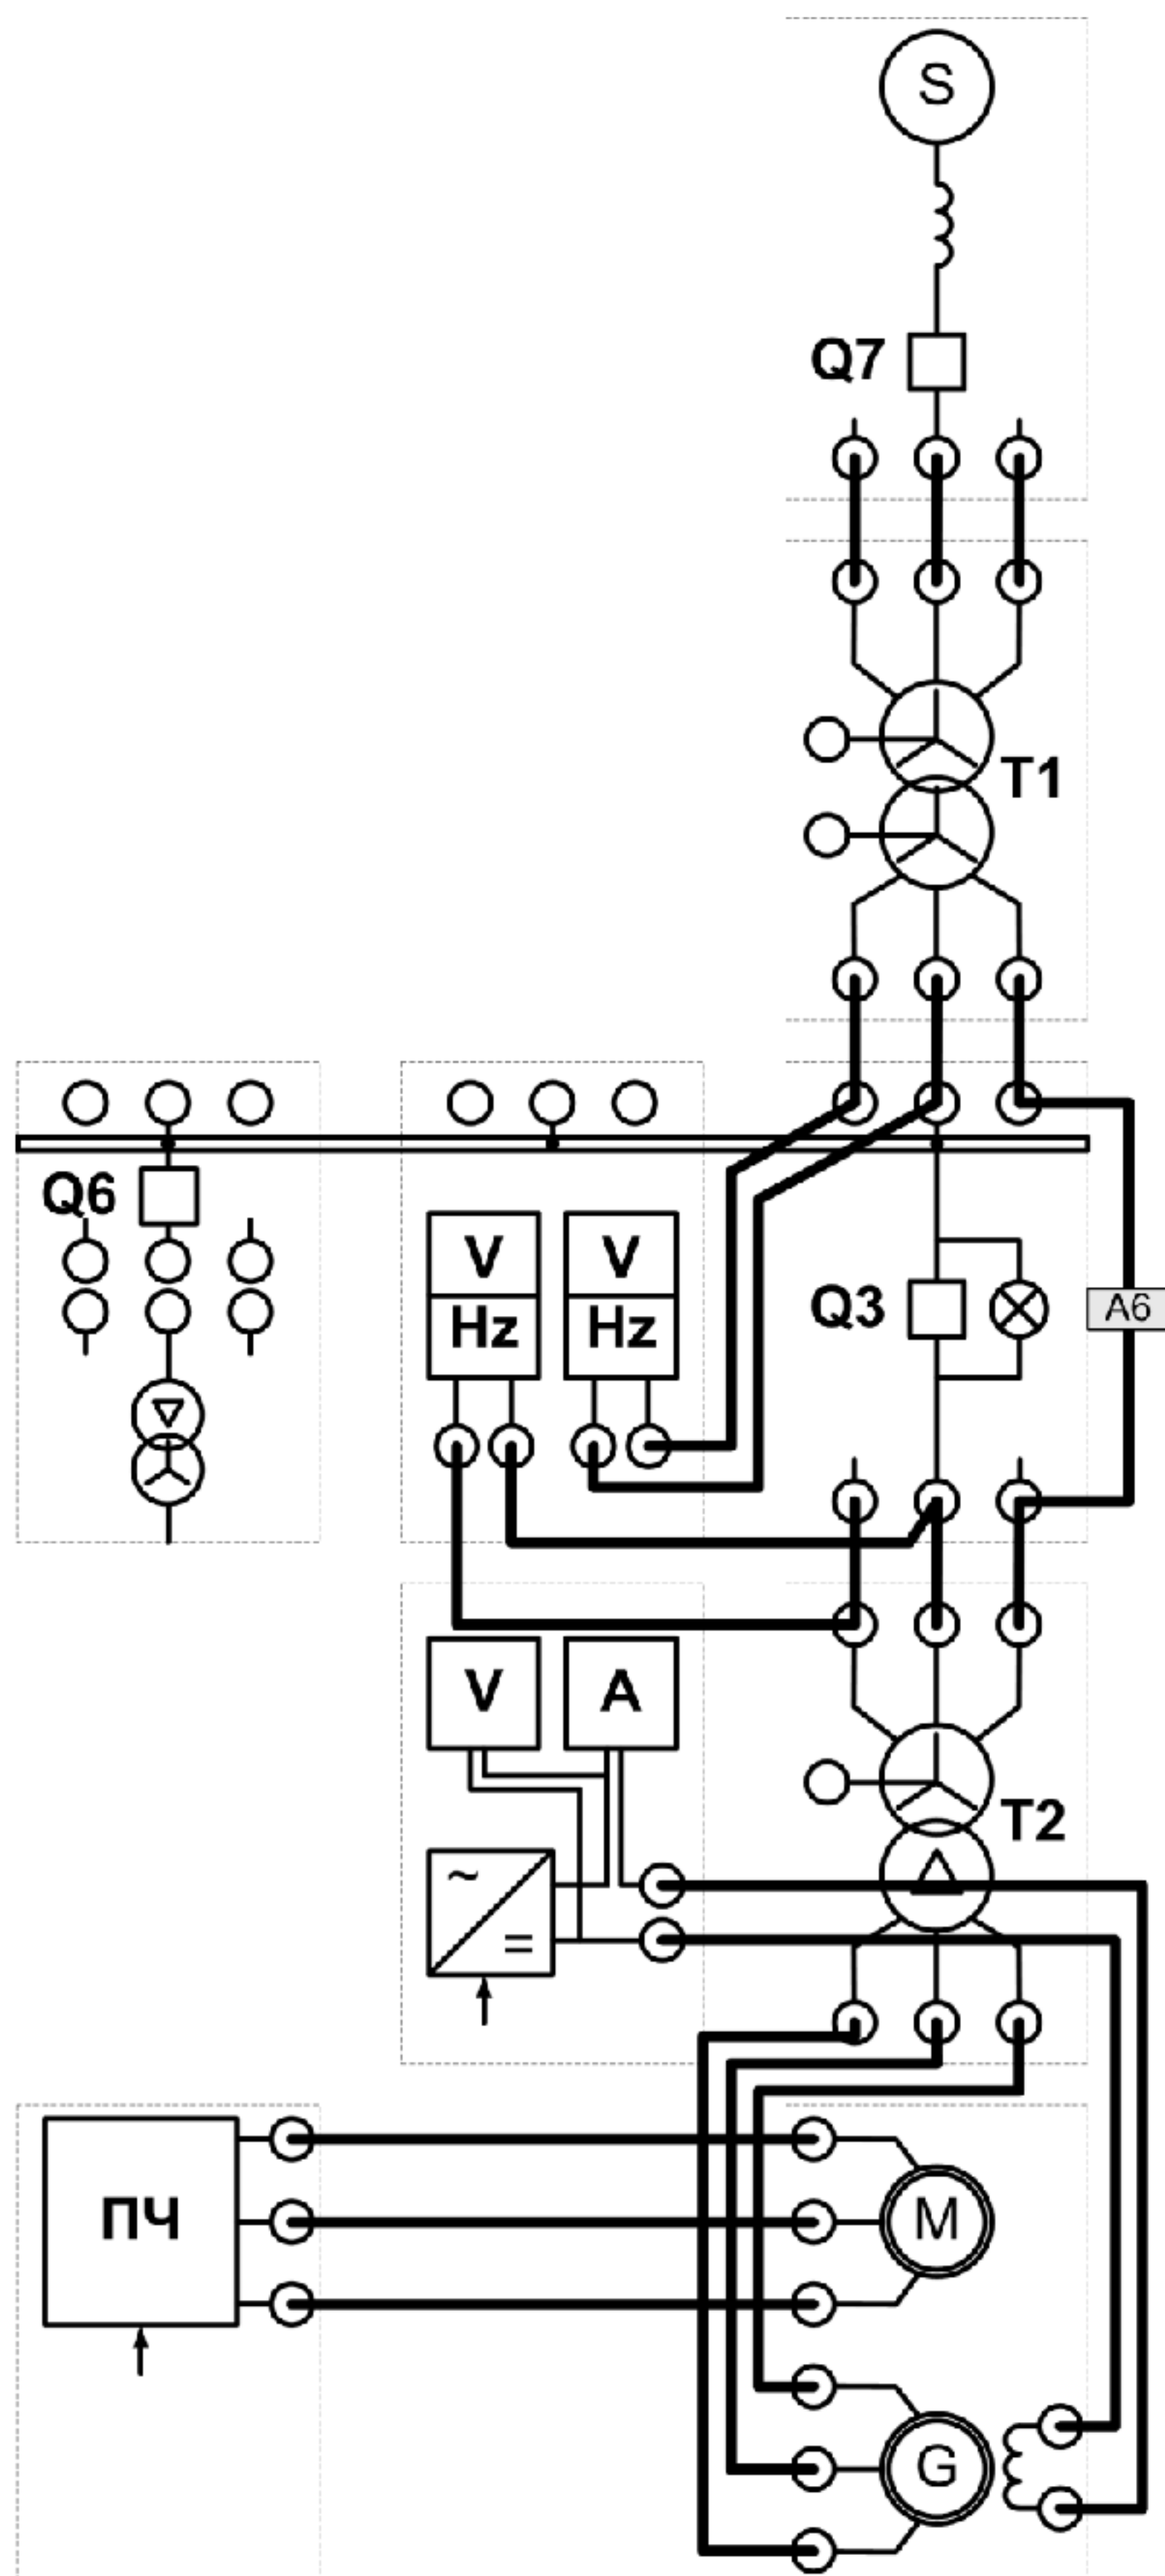

Рис. 4
1) Собрать схему лабораторных испытаний рис.4 (ВСЕ модули стенда должны быть ОТКЛЮЧЕНЫ!). Измерительный канал по напряжению А6 модуля ввода-вывода подключен на напряжение скольжения синхронного генератора (между полюсами одноименных фаз выключателя модуля синхронизации).